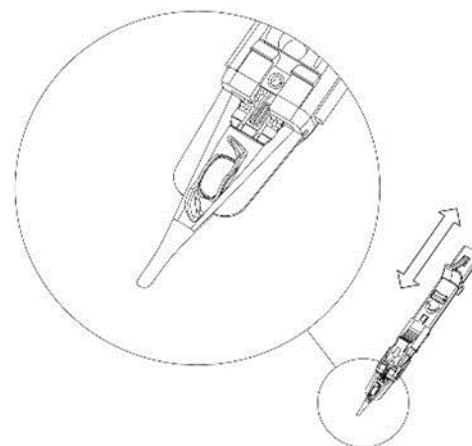

Рис. 7
10. Как только ИОЛ достигнет «крылышек картриджа», как показано на рис. 7, прекратите давить и потяните плунжер назад до конца. Нажмите на плунжер снова, чтобы вытеснить воздух из форсунки. Введите форсунку в глаз и продолжайте медленно нажимать плунжер. Если Вы испытываете слишком большое сопротивление на каком-либо этапе введения, или Вы видите часть гаптики, застрявшую между красным мягким наконечником и стенкой картриджа, потяните поршень назад на несколько миллиметров, а затем нажмите его снова.